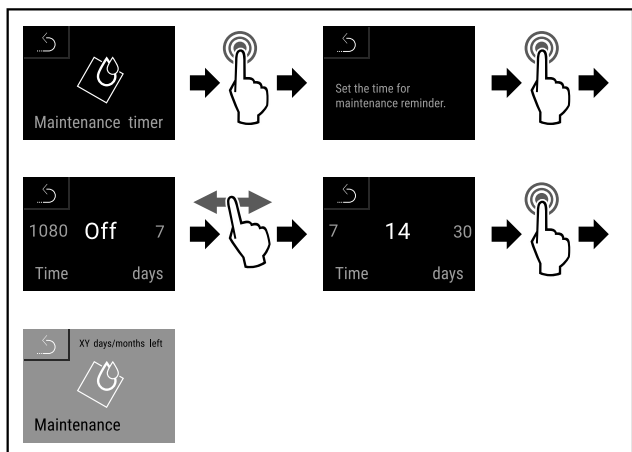

Fig. 103
- ▶ Eseguire i passi (vedere Fig. 103).